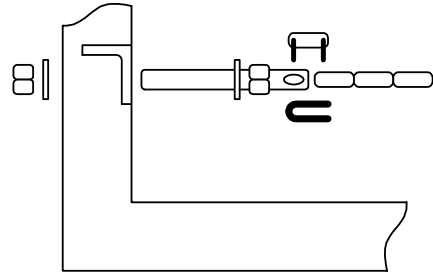

Figura 13
4. Adjunte la cadena a los pernos de cadena usando las conexiones maestras proporcionadas, y luego pegue los pernos a los brackets de cadena usando el material suministrado (figura 13). Hacer cualquier ajustes a la longitud de la cadena en este momento.